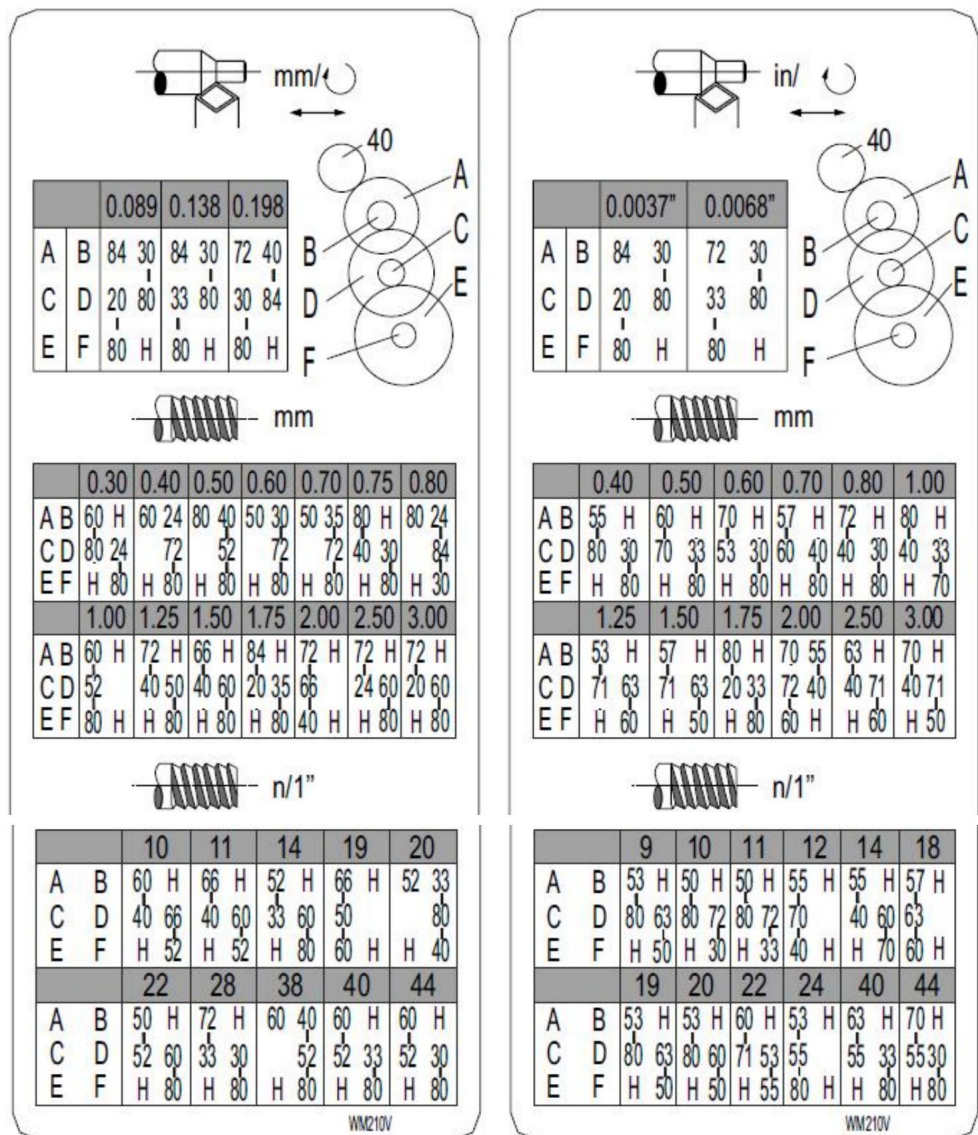

Fig. 20
6. Installez les engrenages en fonction du filetage et du tableau d'avance (Fig. 20) et revissez les roues dentées sur le quadrant.
Réglez la machine au pas de filetage souhaité (selon le tableau de filetage, fig. 20). Démarrez la machine et engagez le demi-écrou. Lorsque l'outil atteint la pièce, il effectue la première passe de filetage. Lorsque l'outil atteint la fin de la coupe, arrêtez la machine en coupant le moteur et, simultanément, retirez l'outil de la pièce pour qu'il quitte le filetage. Ne désengagez pas le levier du demi-écrou. Inversez le sens du moteur pour permettre à l'outil de coupe de revenir à son point de départ. Répétez ces étapes jusqu'à obtenir le résultat souhaité.